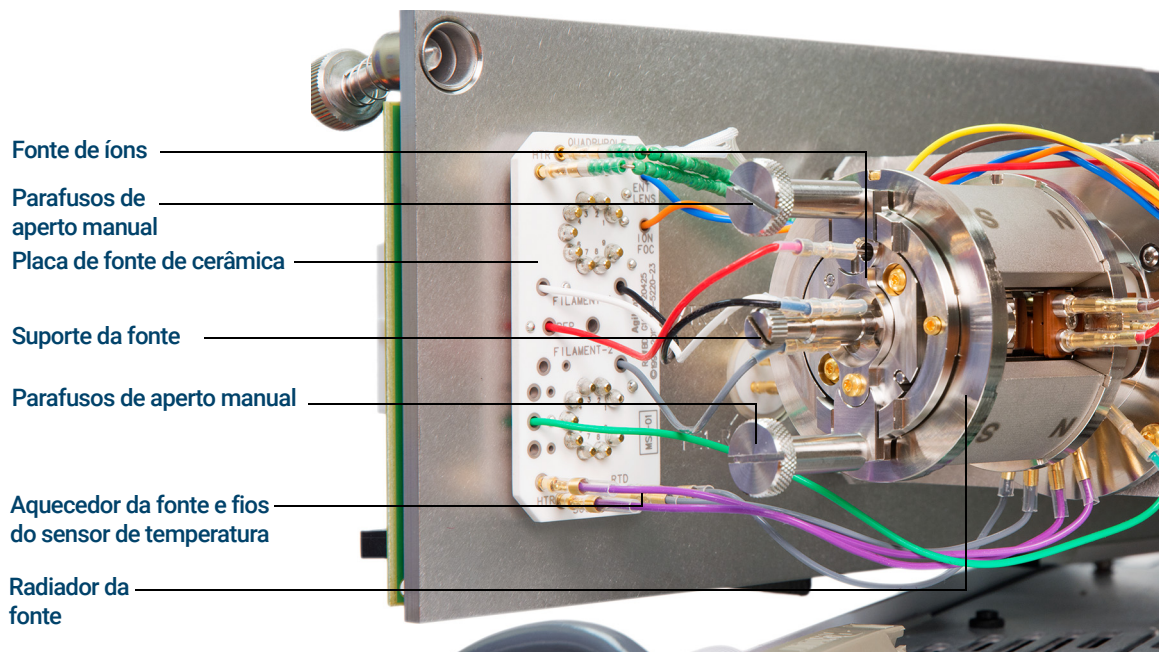

Figura 46 A câmara do analisador para um modelo de fonte de alta eficiência do MSD
- 3 Remova os dois parafusos grandes de aperto manual que mantém a fonte de íons no lugar. (Consulte **Figura 46** na página 164.)
- 4 Desconecte os fios da fonte de alta eficiência de EI. (Consulte **Figura 46** na página 164.) Não dobre os fios além do necessário. (Consulte "**Conectar/Desconectar a fiação para a fonte de alta eficiência de EI**" na página 165.)